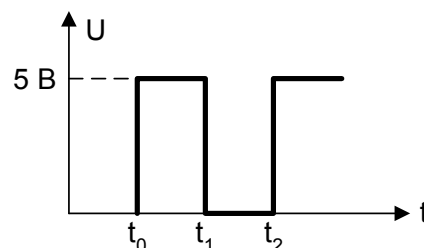

Рис. 39
5.20. В схеме усилителя переменного напряжения на ОУ (рис. 39) $R_1 = 16$ кОм, $C = 1$ мкФ, $R_{OC} = 1,6$ МОм, $K_{U_{OY}} = 50000$, $R_{ВЫХОУ} = 75$ Ом, $R_{ВХОУ} = 1$ МОм. Определить коэффициент усиления, $R_{ВХ}$ и $R_{ВЫХ}$ усилителя на частоте 20 Гц и 5 кГц.